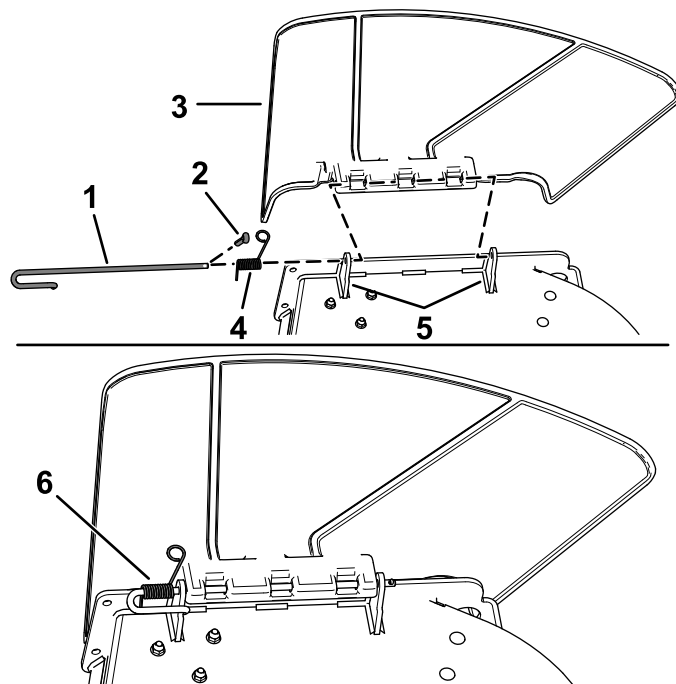

Figura 78
1. Instale o contrapino (Figura 78).
2. Desengate a mola da ranhura no suporte do defletor e deslize a barra para fora dos suportes soldados da plataforma, mola e defletor de descarga (Figura 78).
9. Instale o contrapino (Figura 78).